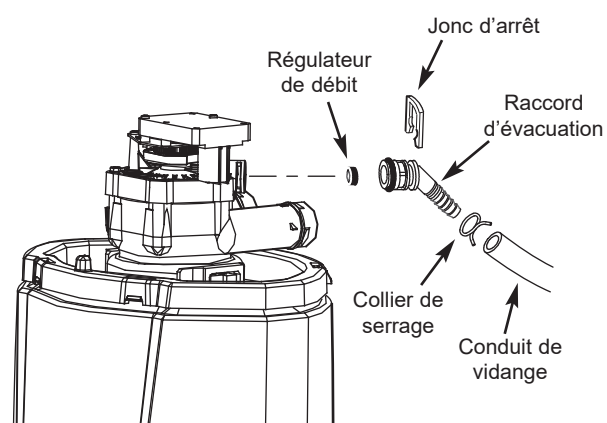

FIG. 25
1. Retirez le jonc d'arrêt qui retient le raccord de conduit de vidange dans la valve (voir la Figure 25).